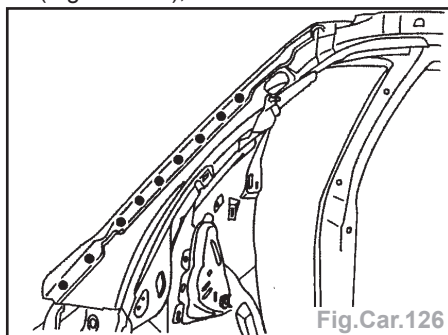

Fig.Car.126
- par points bouchons au MIG et meuler (Fig.Car.126),